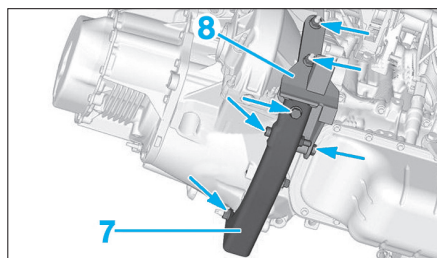

Fig. 4
- le renfort d'impacteur (7) reliant la boîte de vitesse au moteur (Fig.4),
- l'impacteur (8).